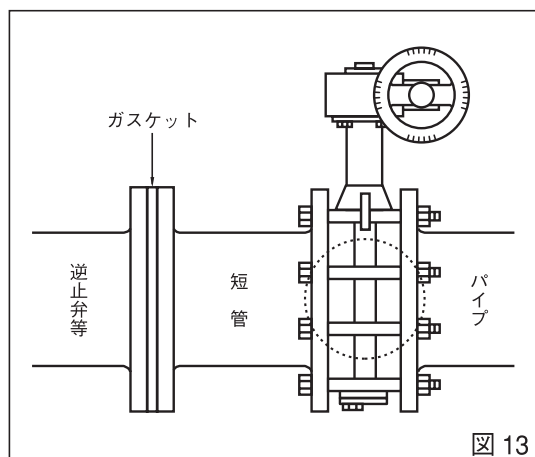

図 13
- 逆止弁などへの取付：逆止弁・ポンプに直接、バタフライバルブを取り付けると、全開時に弁体が相手側に接触する場合があります。この場合は、短管を入れて配管してください。(図13)